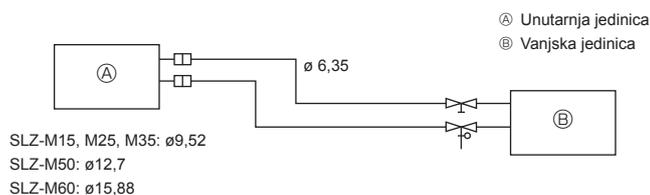

Fig. 5-1
5.2. Cijev rashladnog sredstva (Fig. 5-1)